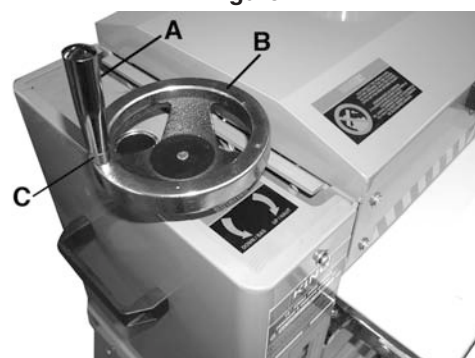

Figure 5
Localisez la manivelle et la poignée. Assemblez la poignée (A) Fig.5 à la manivelle (B), placez une clé ouverte de 14mm sur la partie à plat (C) de la poignée pour la serrer.